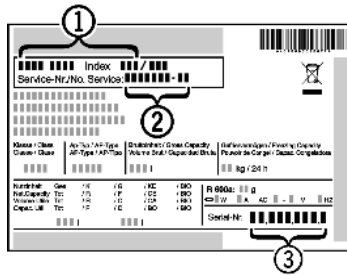

Fig. 31
- ▶ A készülék megnevezését Fig. 31 (1), a szerviz- Fig. 31 (2) és sorozatszámot Fig. 31 (3) a típustábláról olvassa le. A típustábla a készülék belsejében baloldalon található.